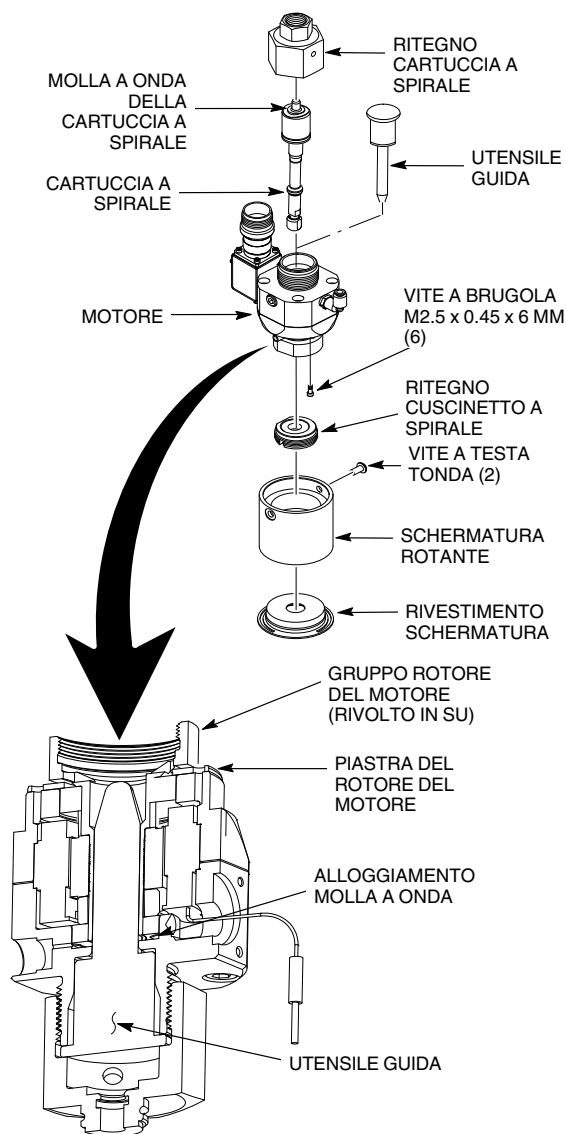

Figura 1 Sostituzione del rotore del motore
1. Vedi figura 1. Togliere le viti a testa tonda che fissano la schermatura rotante al motore.
1. Vedi figura 1. Togliere e mettere da parte le viti a brugola che fissano la piastra del rotore al motore. Estrarre il gruppo rotore dal motore.